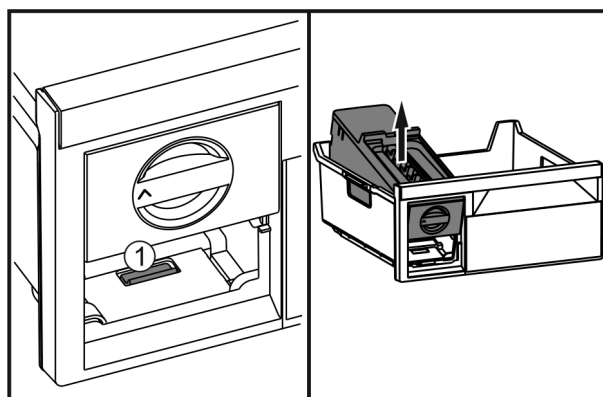

Fig. 38
- Lasche *Fig. 38 (1)* drücken, EasyTwist-Ice von hinten anheben und aus dem Gefrierschubfach herausnehmen.